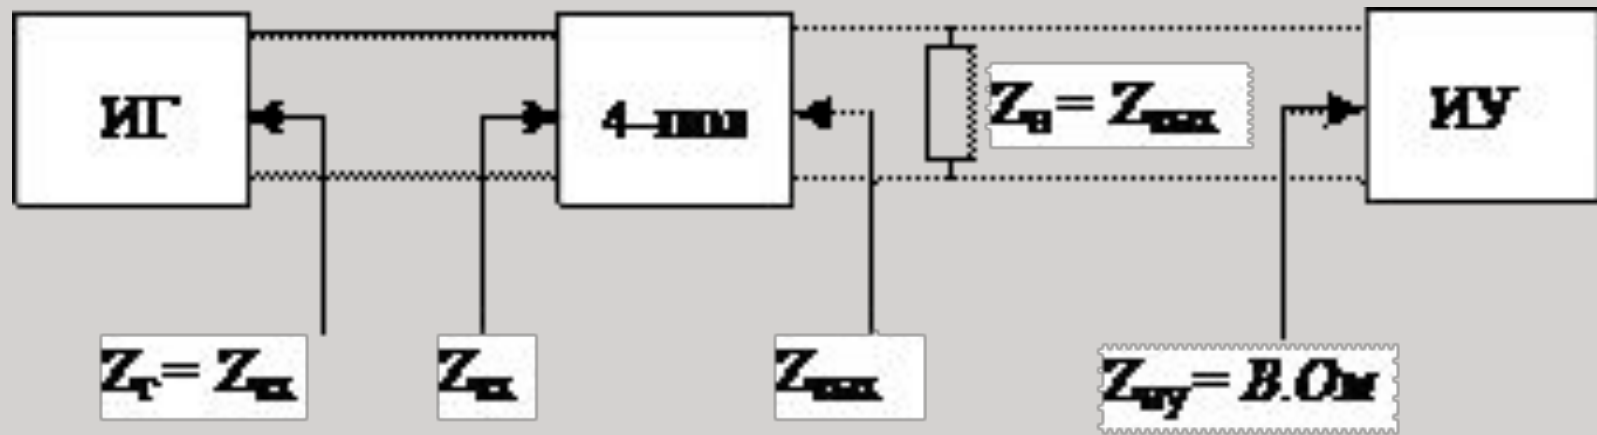

Рис. 3.Схема измерения уровня при подключении ИУ параллельно нагрузке
3. Если требуемое сопротивление нагрузки не соответствует входному сопротивлению ИУ, то измеряемый тракт передачи нагружается на сопротивление нагрузки  $Z_H = Z_{\text{ВЫХ}}$ , а ИУ подключается высокоомным входом (рис.3).